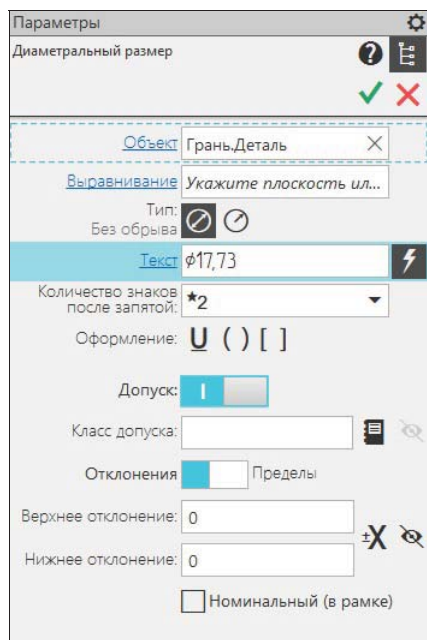

Рис. 28.6. Панель Параметры:
- ♦ вызовите команду **Диаметральный размер**. На панели **Параметры: Диаметральный размер** (рис. 28.6) элементы управления вам знакомы по простановке размеров в графическом редакторе;